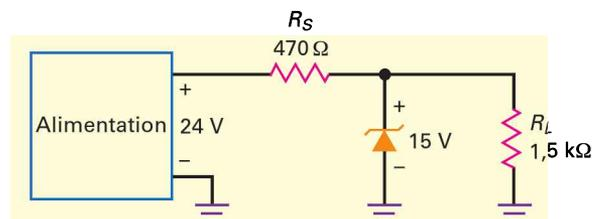

Figure 5.44
- 5.5 **III Multisim** Calculez les trois courants dans la figure 5.44.
- 5.6 En supposant une tolérance de $\pm 5\%$ pour les deux résistances de la figure 5.44, quel est le courant Zener maximal ?
- 5.8 La diode Zener de la figure 5.44 est remplacée par une diode 1N4742A ; quels sont la tension sur la charge et le courant Zener dans ce cas ?
- 5.10 La diode Zener de la figure 5.44 a une résistance Zener de 14 Ω . Si l'ondulation de la source d'alimentation est de 1 V_{pp} , quelle est l'ondulation résiduelle sur la résistance de charge ?
- 5.11 Au cours d'une journée la tension du secteur varie. Cela entraîne sur la sortie 24 V non régulée de la figure 5.44 une variation de 21,5 à 25 V. Si la résistance de Zener est de 14 Ω , quelle est la variation de la tension de sortie qui en résulte ?
- 5.12 Si la tension de l'alimentation (figure 5.44) passe de 24 V à 0 V, à quelle valeur au cours de cette descente la diode Zener cesse-t-elle de réguler ? Donner la tension de sortie quand la régulation n'existe plus.
- 5.13 Sur la figure 5.44 la tension de sortie non régulée varie de 20 à 26 V, et la résistance peut elle aussi varier de 500 Ω à 1,5 k Ω . Est-ce que la régulation va cesser dans ces conditions ? Si oui, quelle devrait être la valeur de la résistance série pour l'éviter ?
- 5.14 La tension non régulée de la figure 5.44 peut varier de 18 V à 25 V, et le courant dans la charge de 1 mA à 25 mA. Est-ce que la régulation va cesser dans ces conditions ? Si oui, quelle devrait être la valeur maximale de la résistance en série pour l'éviter ?
- 5.4 **III Multisim** Si la diode Zener dans la figure 5.44 est débranchée, quelle est la tension sur la charge ?
5.15 Quelle est la résistance de charge minimale qui peut être utilisée dans le montage de la figure 5.44 sans perdre la régulation ?
5.18 Quelles sont les puissances dissipées dans les résistances et la diode Zener de la figure 5.44 ?
5.19 La diode Zener de la figure 5.44 est une 1N4744A. Quel est le minimum de la tension Zener ? Le maximum ?
5.21 D'après la figure 5.44, quelles sont les tensions sur la charge dans les conditions suivantes :
5.22 Si vous mesurez approximativement 18,3 V comme tension sur la charge de la figure 5.44, que pensez-vous du problème ?
5.23 Vous mesurez 24 V sur la charge de la figure 5.44. L'ohmmètre indique que la diode Zener est coupée. Avant de la remplacer, quelles sont les vérifications à effectuer ?
5.29 La diode Zener de la figure 5.44 présente une résistance Zener 14 kΩ. Quelle est la tension sur la charge en tenant compte de R_z dans les calculs ?
5.30 La diode Zener de la figure 5.44 est une 1N4744A. Si la résistance de charge varie entre 1 kΩ et 10 kΩ, quelle est la tension minimale sur la charge ? La tension maximale (utilisez la deuxième approximation) ?